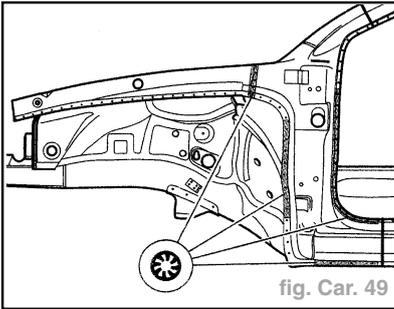

fig. Car. 49
- Souder la soudure résiduelle, soudure en bouchon SG (fig. Car. 49).